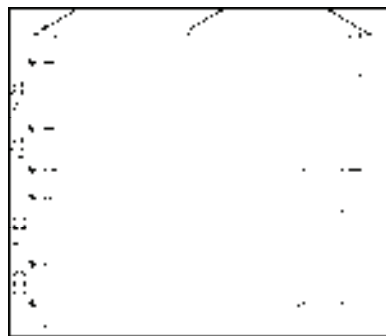

图 13-214 修剪墙线
3) 绘制剖面窗。调用“偏移”命令，偏移墙线；调用“修剪”命令，修剪墙线，结果如图 13-214 所示。